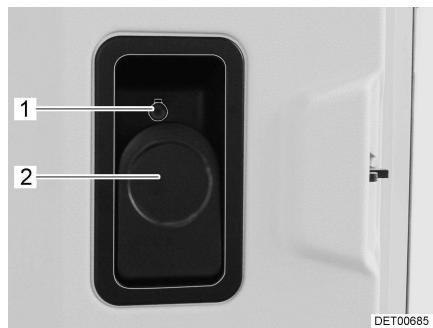

Fig. 16 Serratura della porta di ingresso, lato interno, bloccata
- Tirare la leva (Fig. 16,2).
- Premere il bottone di sicurezza (Fig. 16,1).